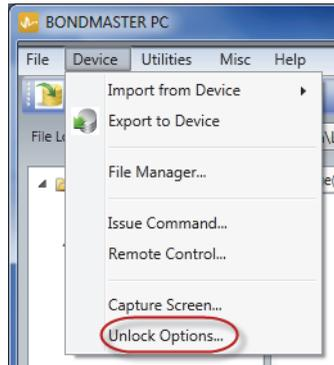

Figura 7-21 Il comando Unlock Options
1. Nel menu **Device** (dispositivo) del software BondMaster PC, selezionare **Unlock Options** (vedere Figura 7-21 a pagina 225).